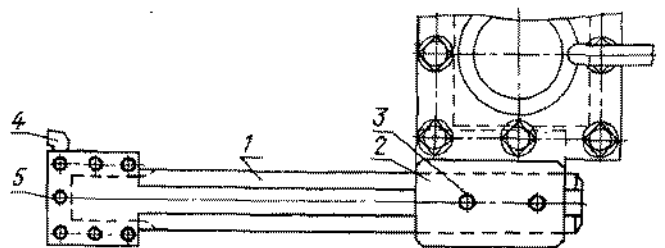

Рис. 39. Резцовая оправка для обработки деталей над выемкой в станине
(рис. 39)
13.11.2. Оправка 1 устанавливается в держателе 2, как показано на рис. 39. Резец 4 крепится винтами 5.